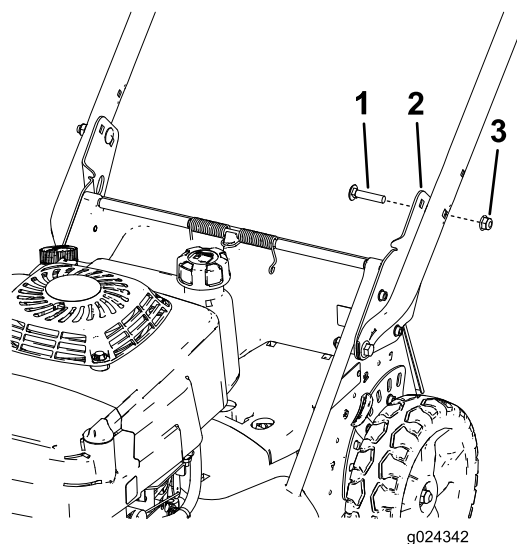

**Figura 5**
2. Staffa della stegola (2)
5. Sistematevi in posizione di guida per determinare l'altezza della stegola più adatta a voi (Figura 5).